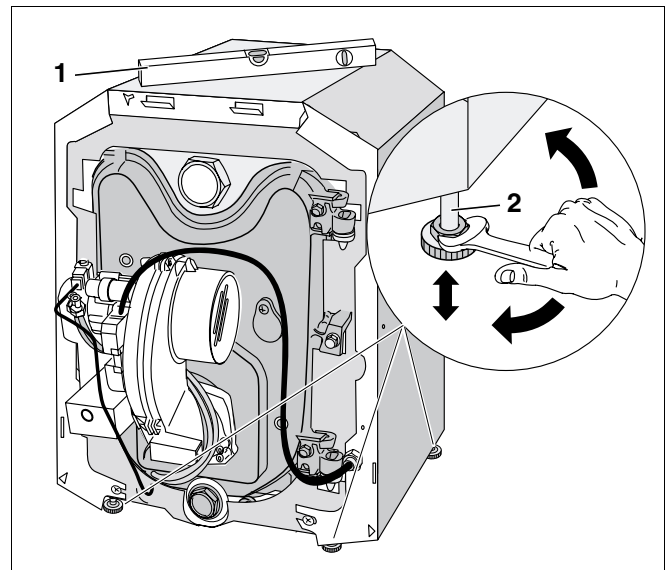

Fig. 14 Pozitionarea cazanului de incalzire prin intermediul suruburilor de reglare
- Insurubati si desurubati, dupa preferinta, suruburile de reglare pentru (fig. 14, **poz. 2**) a aseza cazanul de incalzire intr-o pozitie orizontala sau verticala, cu ajutorul (fig. 14, **poz. 1**) unei cumpene.